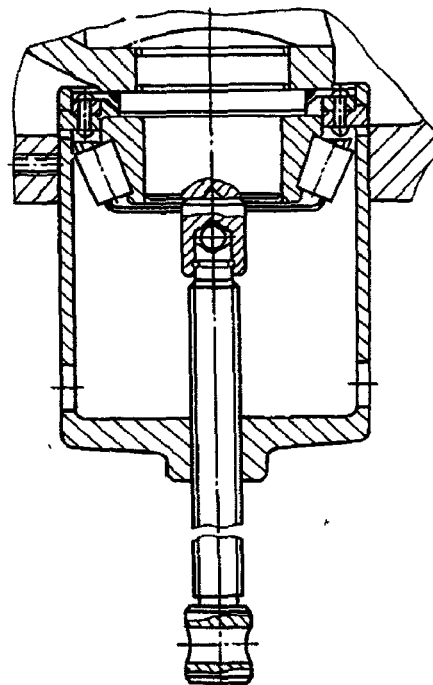
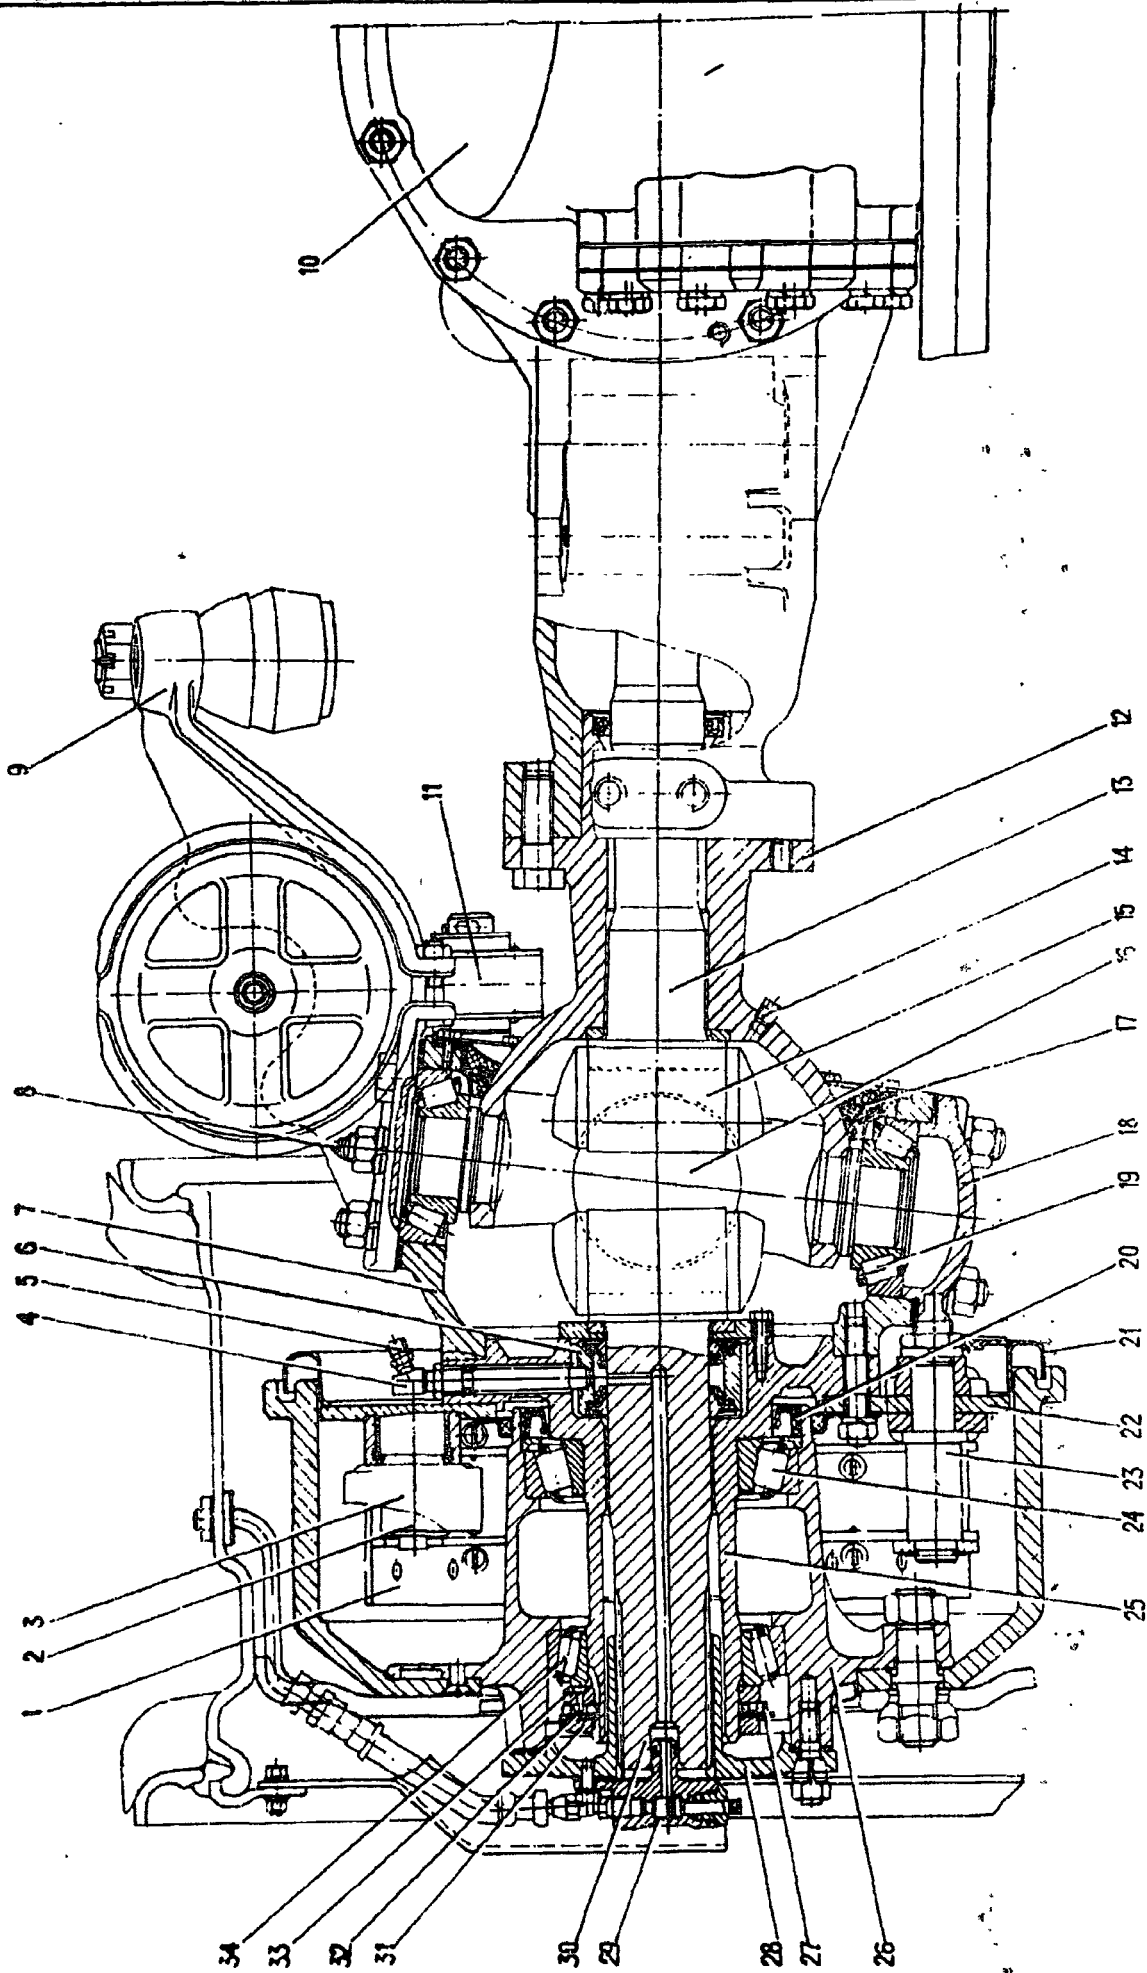

Рис. 48. Выпрессовка подшипника шкворня переднего моста
Рис. 49. Мост передний.
<p>3. Снимите тормозные колодки, суппорт и разжимной кулак (см. переходы 3—7 операционной карты № 72)</p> <p>4. Снимите цапфу (см. переходы 3—13 операционной карты № 109)</p> <p>5. Выньте из цапфы наружный кулак 30 (см. рис. 49) с вкладышем</p> <p>6. Выньте из шаровой опоры внутренний кулак 13 с вкладышем 15 и диском 16</p> <p>7. Отверните гайки шпилек крепления нижней накладки 18 корпуса 7 поворотного кулака. Снимите пружинные шайбы, накладку 18, регулировочные прокладки, наружное кольцо подшипника</p> <p>8. Выверните болты крепления крышки сальника 17 к корпусу 7 поворотного кулака</p> <p>9. Выпрессуйте съемником роликоподшипник 19, как показано на рис. 48.</p> <p>Примечание. Для облегчения установки съемника покачайте поворотный кулак вверх-вниз.</p> <p>10. Установите под поворотный кулак подставку</p> <p>11. Отверните гайки шпилек крепления рычага 9 (рис. 49) поворотного кулака (верхней накладки правого поворотного кулака). Снимите пружинные шайбы, разжимные втулки, рычаг 9 (верхнюю накладку), регулировочные прокладки, наружное кольцо роликоподшипника 19</p> <p>12. Выпрессуйте роликоподшипник (см. переход 9)</p> <p>13. Отсоедините корпус 7 от шаровой опоры, поверните его и установите на подставку. Снимите сальник 17. Эту операцию должны выполнять два человека</p> <p>14. Отверните гайки и выверните болт крепления шаровой опоры к картеру моста</p> <p>15. Выпрессуйте шаровую опору, ввернув технологические болты. Эту операцию должны выполнять два человека</p> <p>16. Выньте сальник шаровой опоры 12</p> <p>Установка шаровой опоры (сальников, внутреннего и наружного кулаков)</p> <p>17. Установите шаровую опору 12 в корпус 7 поворотного кулака. Напрессуйте подшипники 19 на шкворни поворотного кулака</p> <p>18. Установите наружные кольца подшипников, прокладки, накладки 18 нижнюю и верхнюю (рычага 9). Заверните гайки шпилек крепления накладок (рычага).</p> <p>Примечание. Привалочную плоскость накладок (рычага) покройте пастой УН-25.</p> <p>19. Запрессуйте в гнездо шаровой опоры сальник.</p> <p>Примечание. Посадочное место под сальник покройте смазкой Литол-24.</p>	<p>—</p> <p>—</p> <p>—</p> <p>—</p> <p>Сменная головка 24 мм и вороток, отвертка</p> <p>Ключ 13 мм</p> <p>Съемник И801.48.000</p> <p>Подставка</p> <p>Сменная головка 24 мм и вороток, отвертка, молоток</p> <p>—</p> <p>Ключ 13 мм</p> <p>Ключ 27 мм, сменная головка 27 мм и вороток</p> <p>Ключ 19 мм, технологические болты М18×1,5-6g (2 шт.), крючок, отвертка</p> <p>—</p> <p>Оправка, молоток</p> <p>Сменная головка 24 мм и вороток, посуда для смазки, кисть</p> <p>Молоток, труба-оправка, кисть, посуда для смазки</p>
<p>Снятие ступицы с тормозным барабаном, подшипников и манжеты ступицы</p> <p>1. Ослабьте гайки крепления колеса на ступице, вывесите колесо, установите под картер моста подставку</p> <p>2. Отверните гайки, снимите защитный кожух и кран 29 (см. рис. 49) запора воздуха</p> <p>Примечание. Переход 2 выполняйте для автомобиля КамАЗ-4310</p> <p>3. Отверните гайки и снимите колесо. Эту операцию должны выполнять два человека</p> <p>4. Поднимите кабину в первое положение и застопорите.</p> <p>Примечание. Переход 4 выполняйте при проведении работ на переднем мосту.</p> <p>5. Растормозите колесный механизм, отвернув винт механического растормаживания энергоаккумулятора.</p> <p>6. Отверните гайки шпилек крепления ведущего фланца 28 переднего</p>	<p>Торцовый ключ 38 мм, домкрат, подставка, лопатка-вороток</p> <p>Ключ 10 мм, накидные ключи 13, 19 мм, торцовый квадратный ключ 5,5 мм</p> <p>Торцовый ключ 38 мм, лопатка-вороток</p> <p>Лопатка-вороток</p> <p>Торцовый ключ 24 мм (27) мм, вороток</p> <p>Накидной ключ 19 мм, от-</p>
9. Съемником (рис. 50) снимите с цапфы ступицу 26 (см. рис. 49) с тормозным барабаном, подшипниками 24, 34 и манжетой 20 в сборе. Эту операцию должны выполнять два человека	Сальник
4. Отверните гайки (выверните болты) крепления цапфы 25 (см. рис. 49) и суппорта 22 к корпусу 7 поворотного кулака [фланцу картера промежуточного (заднего) моста]	Накидной ключ 19 мм, сменная головка 19 мм, вороток
2. Закройте кран 29 (см. рис. 49) запора воздуха	Торцовый ключ квадратный 5,5 мм